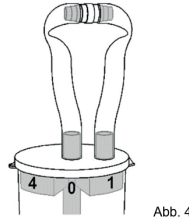

Abb. 4
9. Obie końcówki węży połączyć mocno złączką. W ten sposób pułapka ssąca polipa jest zamknięta (Rys. 4).